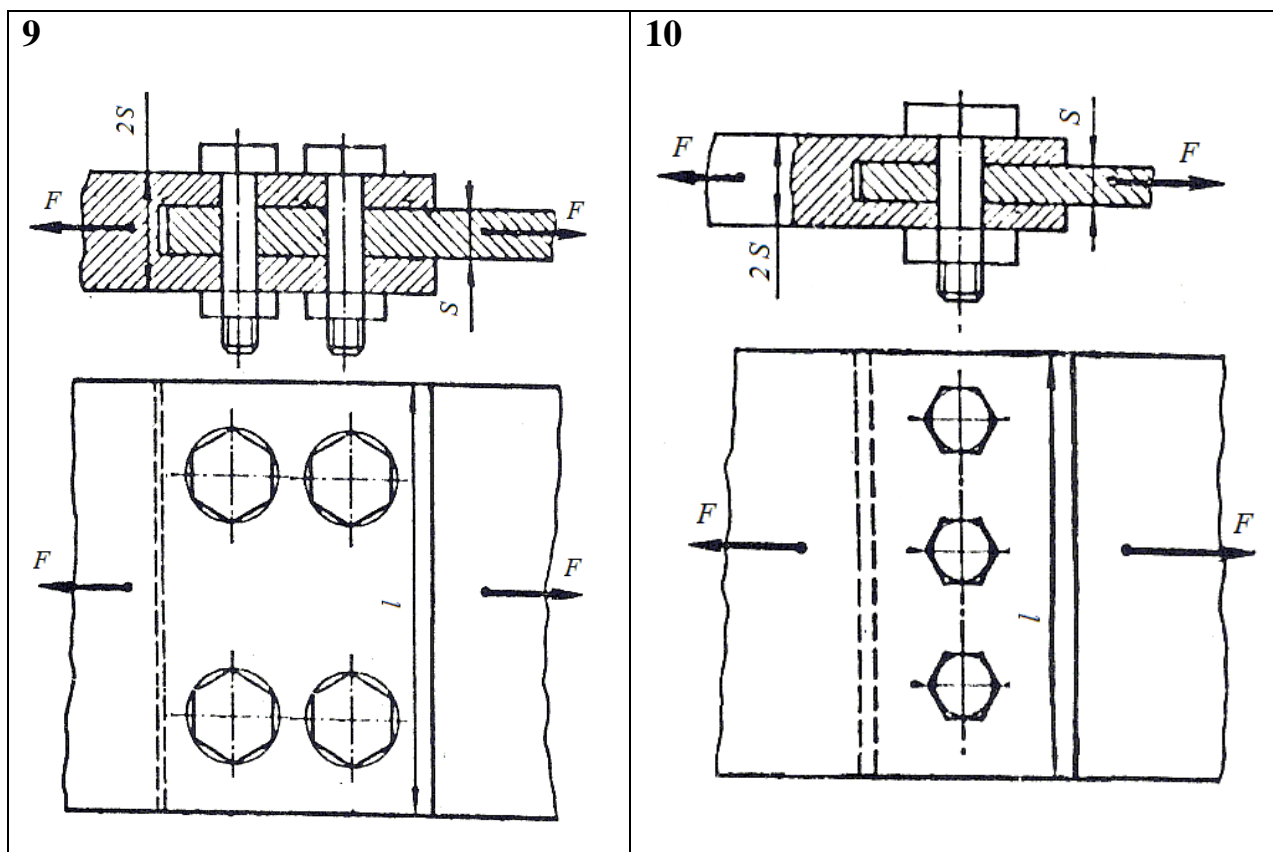

Рис. 10 - Схема задачи
*Задание:* Стальные листы соединены между собой при помощи болтов, плотно вставленных в отверстия. К листам приложены растягивающие силы  $F$ . Материал болтов - Ст3. Допускаемое напряжение на срез  $[\tau]_{ср} = 80 \text{ МПа}$ . Допускаемое напряжение на смятие  $[\sigma]_{см} = 160 \text{ МПа}$ . (рисунок 10). Определить диаметр болтов. Данные своего варианта взять из таблицы: